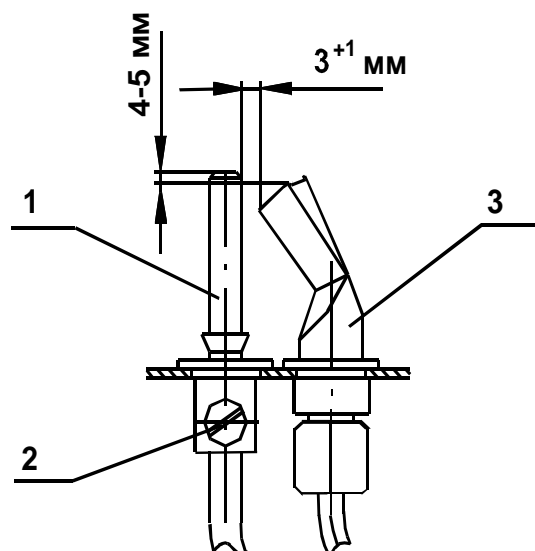

Рис.3 Устройство запальное
4.6. Устройство запальное Рис.3 предназначено для крепления запальника, термопары и розжига основной горелки.
7.3.3. Нажмите кнопку пусковую 4 (Рис.2) до отказа и, удерживая ее, поднесите зажженную спичку к запальнику 3 (Рис.3). Запальник должен загореться.